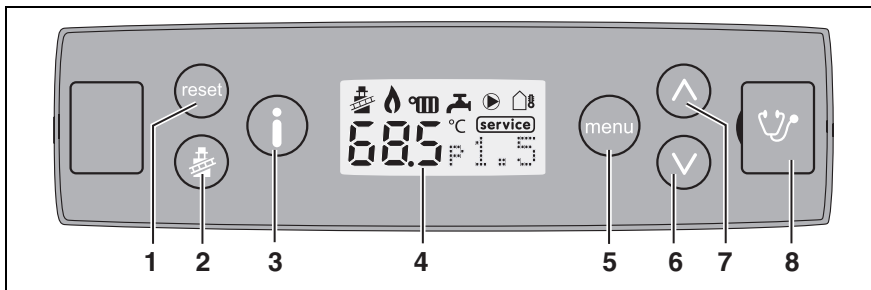

fig. 6 Bedieningspaneel
**Resettoets “” (fig. 6, pos. 1)**
**Schoorsteenveger-toets “” (fig. 6, pos. 2)**
**Infotoets “” (fig. 6, pos. 3)**
### Display (fig. 6, pos. 4)
### Menutoets “” (fig. 6, pos. 5)
### Pijl naar boven/pijl naar beneden toetsen “/” (fig. 6, pos. 6 en 7)